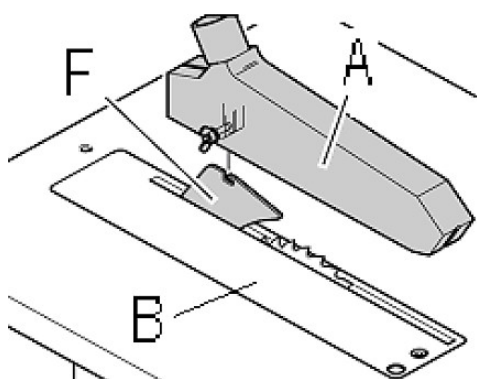

Fig. 19 : Montage du capot de protection
- Figure 19 : Fixez le capot de protection (A) sur le couteau diviseur (F) au moyen de la vis, de la rondelle et de l'écrou papillon.